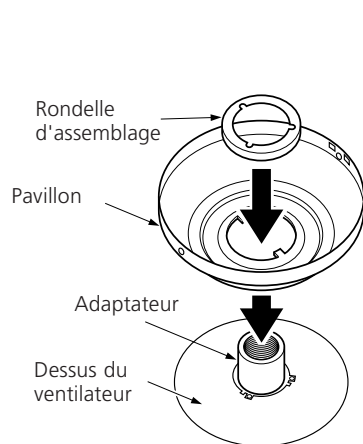

Figure 3b – Installation du pavillon et de la rondelle sur l'adaptateur
1. Placez le pavillon sur l'adaptateur du dispositif de suspension du moteur comme indiqué à la figure 3b. Veillez à ce que le pavillon soit bien contre le ventilateur, sans espace entre les pièces.
2. Une grande rondelle de montage est incluse avec le ventilateur. Placez cette rondelle sur l'adaptateur et le pavillon comme indiqué à la figure 3b.